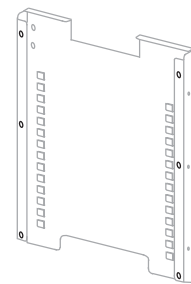

图 1-10. 导气管背面的扣眼
1. 将随附的扣眼安装到各个导气板背侧的凸缘上，每块板上贴6个扣眼。请参阅图 1-10。